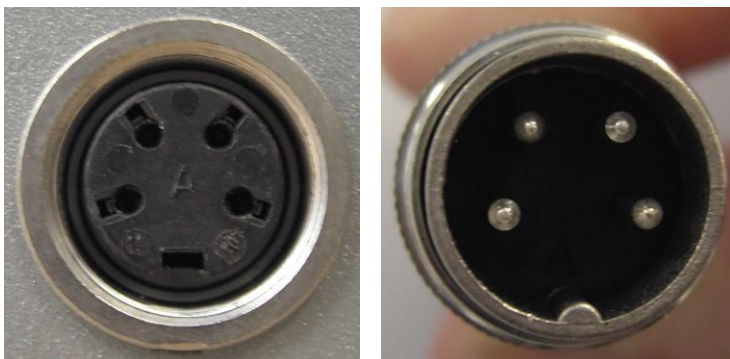

Figure 3-28. Alignement des broches du connecteur de l'interrupteur à pédale avec les trous correspondants de la prise de branchement
2. Aligned les broches du connecteur du câble de l'interrupteur à pédale avec les trous correspondants de la prise de branchement de l'interrupteur à pédale, située à l'arrière du système, comme illustré à la Figure 3-28.